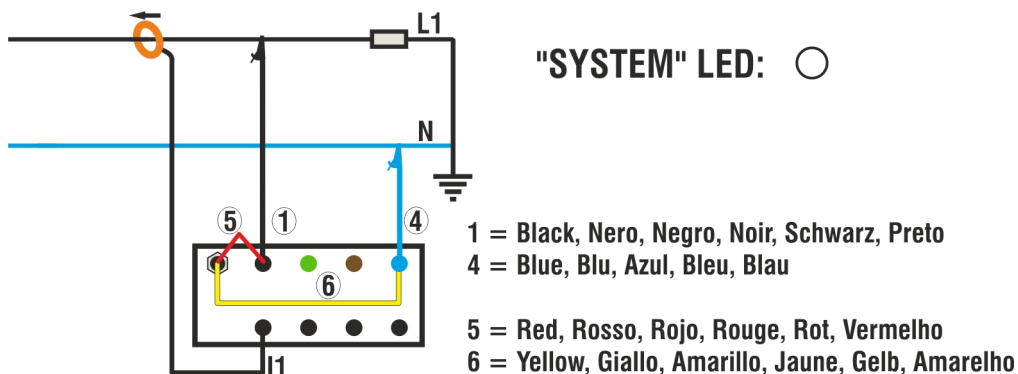

Fig. 2: Connexion de l'instrument dans un système monophasé
2. Connecter les bornes d'alimentation (rouge et jaune) en respectant les connexions indiquées dans la Fig. 2.
3. Connecter les fils de la tension de phase et neutre en respectant les connexions indiquées dans la Fig. 2.
4. Si l'on souhaite effectuer des détections de courant et puissance, connecter la pince ampérométrique au conducteur de phase **en respectant la direction indiquée sur la pince** et les connexions de la Fig. 2.